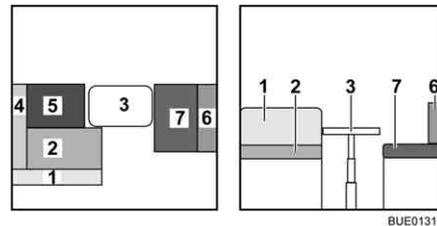

Fig. 130 Avant la transformation
- Convertir la table (Fig. 130,3) en sommier de lit (voir paragraphe 6.10).
- Retirer les coussins de dossier (Fig. 130,1 et 4) et les placer de côté.